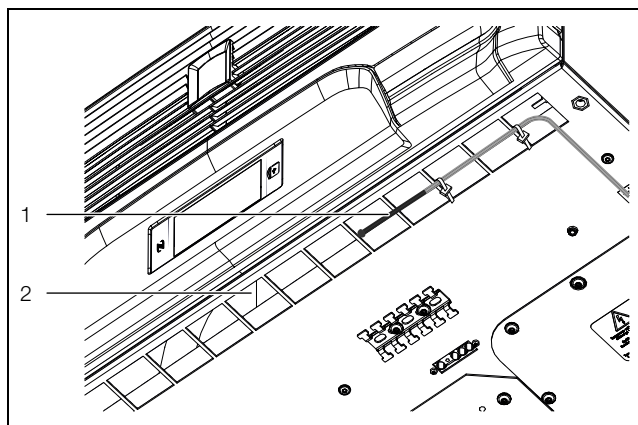

Imagen 14: Sensor térmico delante de la salida de aire frío
- Sitúa el sensor térmico en el centro de la salida de aire frío del refrigerador (imagen 14).